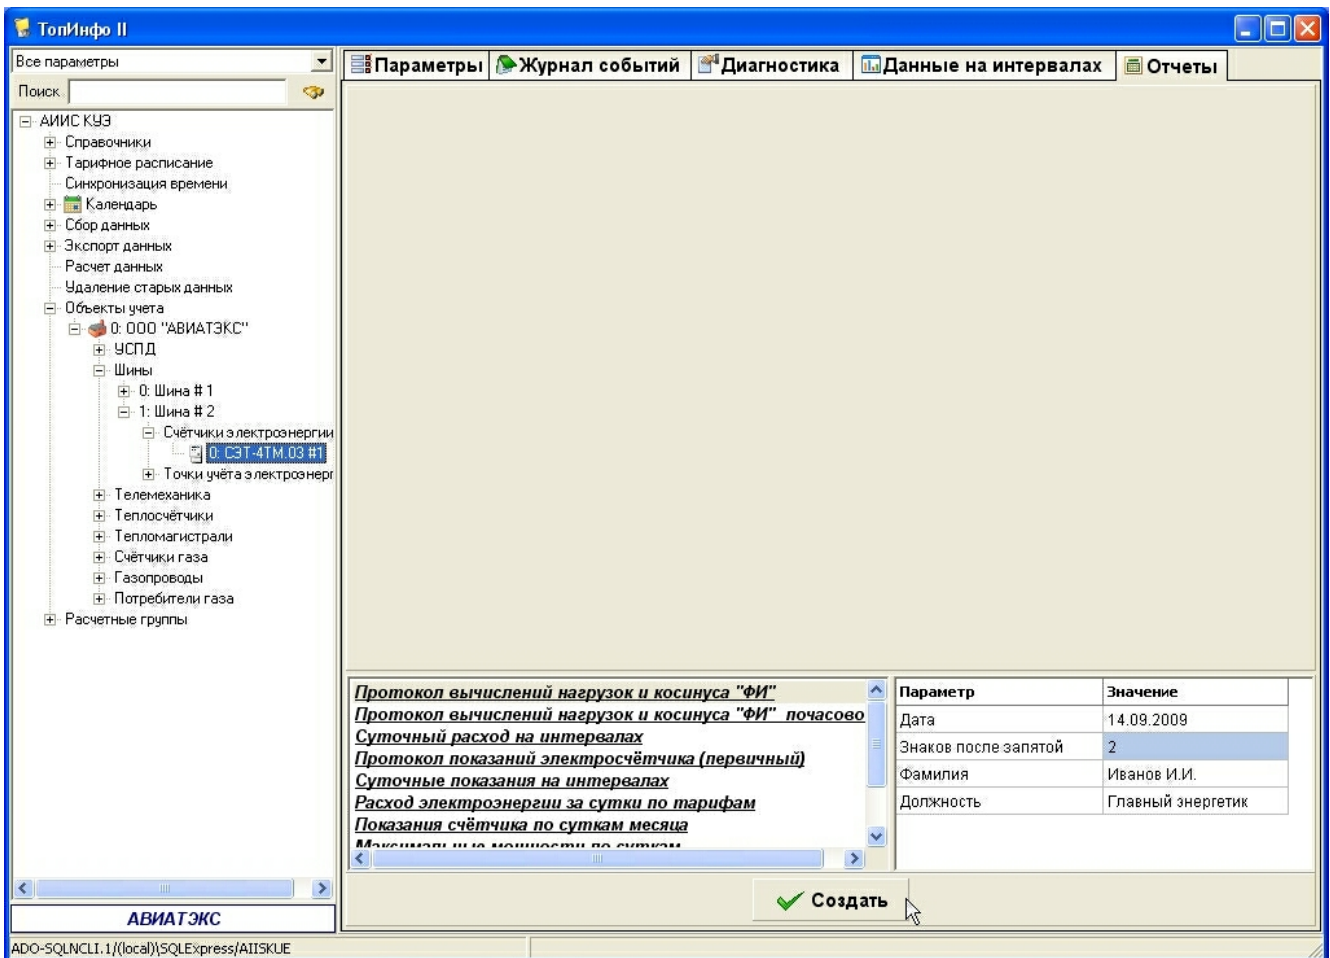

Рис. 6.8. Создание отчёта. Выбор параметров отчёта
- 2) перейти на вкладку «Отчёты» (см. Рис. 6.8);